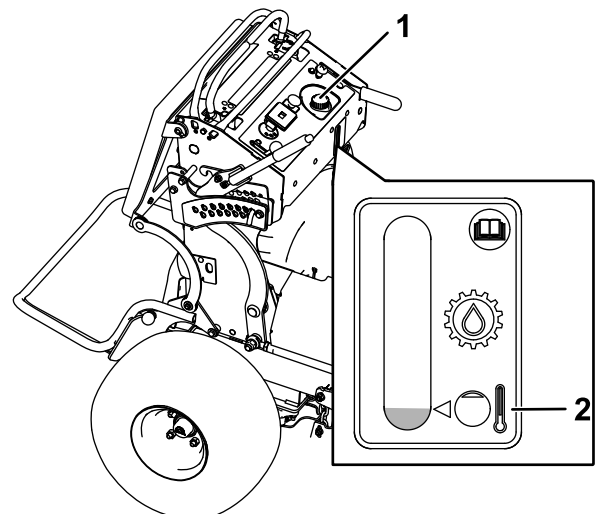

Bild 71
4. Reinigen Sie den Bereich um den Deckel und den Einfüllstutzen des Hydraulikölbehälters (Bild 71).
5. Drehen Sie den Deckel vom Einfüllstutzen ab (Bild 71).